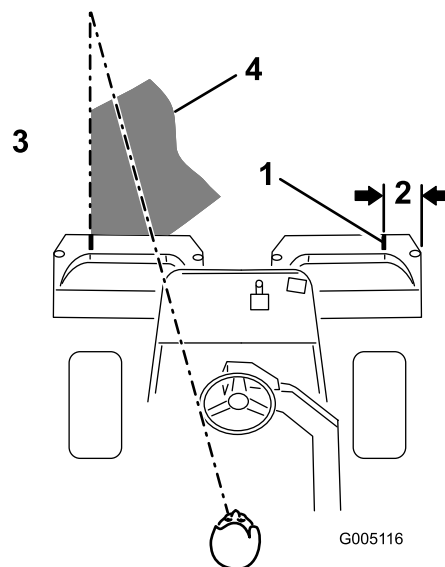

图 25
**注意** 为了保持以直线方式穿后果岭、并使得机器与此前剪草的边缘保持等距请在机器前到果岭未剪部分的边缘想象一条长约 1.83m 的视线图 25。包括将方向盘的外缘看作视线的一部分即让方向盘边缘对准与机器前面始终保持等距的某个点。